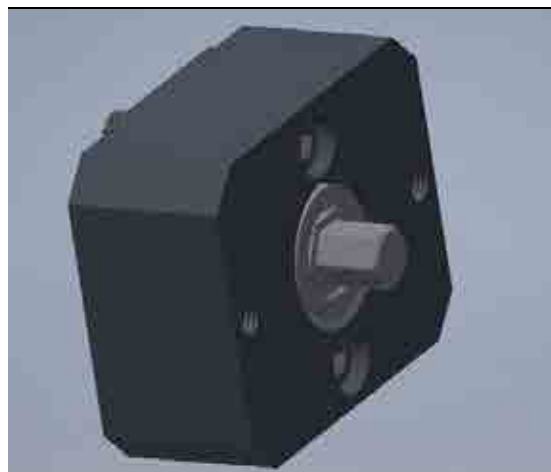

Рис. 4-42. ПЕРЕХОДНИК ПНЕВМАТИЧЕСКОЙ КОРОБКИ ПОДАЧ
1. Установите сборный узел переходника пневматической коробки подач (кат. № 62994, см. Рис. 4-42) на конец поворотного рычага, закрепив его с помощью двух винтов с шестигранным шлицем  $M6 \times 1,0 \times 30$  мм.